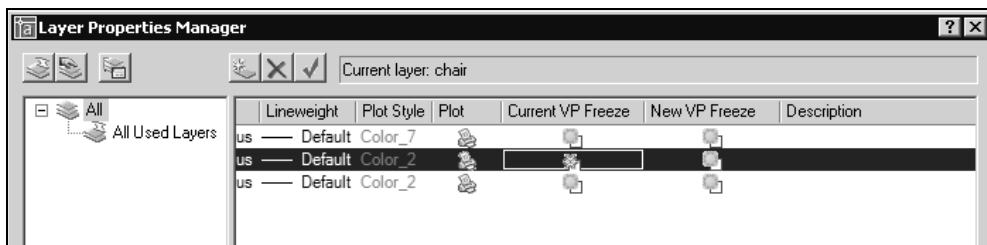

Рис. 19.26. Замораживание ненужных слоев в диспетчере свойств слоев
9. Перенесите детали чертежа в дополнительных видовых экранах на вновь созданный слой и оставьте его видимым, а все остальные слои в них заморозьте, воспользовавшись диспетчером слоев. Для этого перейдите в видовые экраны, установив пространство модели в строке состояния. Выберите слои и щелкните на пиктограммах снежинок в столбце **Current VP Freeze** (Заморозить в текущем видеоекране) (рис. 19.26).